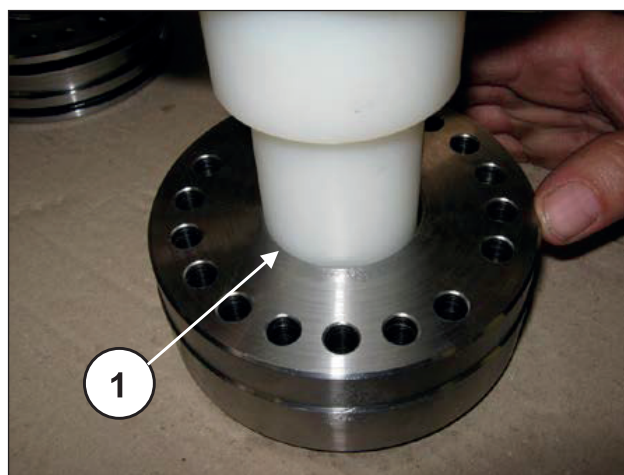

Fig. 198
Introduza no suporte das camisas HP o anel da cabeça (pos. ①, Fig. 196) e depois o pacote de H.P. (alta pressão), dada a pequena interferência entre o vedante e o suporte da junta H.P., para evitar eventuais danos, aconselha-se o uso de um tampão em material plástico (pos. ①, Fig. 197 e Fig. 198).